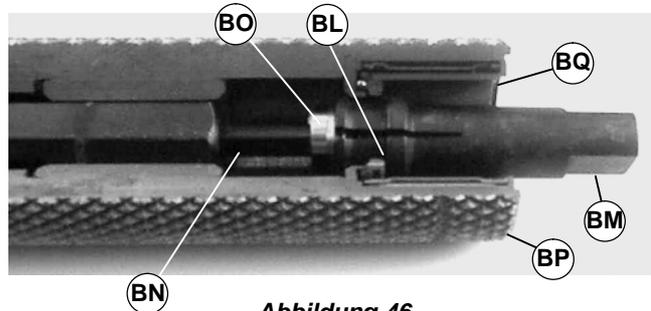

Abbildung 46
1. Das Lagerausbauwerkzeug (Teilnr. 25-05*) (BM siehe Abbildung 46) in die Antriebsrolle einführen (BP), bis die Schulter (BL) auf dem Lagerboden aufliegt (BQ).